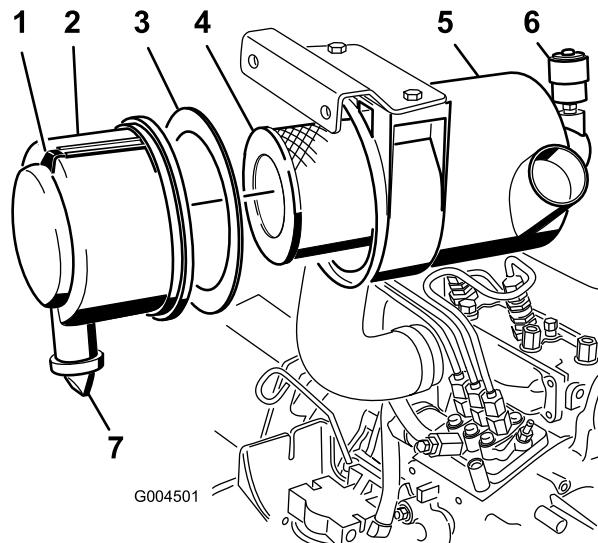

Bild 39
2. Warten Sie den Luftfilter, wenn die Luftfilteranzeige rot anzeigt (Bild 39) oder nach jeweils 400 Betriebsstufen (häufiger in sehr staubigen oder schmutzigen Bedingungen). Warten Sie den Luftfilter nicht zu häufig.
1. Ziehen Sie den Riegel nach außen und drehen Sie die Luftfilterabdeckung nach links (Bild 39).
2. Entfernen Sie die Abdeckung vom Luftfiltergehäuse (Bild 39).
- Entfernen und wechseln Sie den Hauptfilter aus (Bild 39).
- Stellen Sie sicher, dass die Schaumdichtung in der Abdeckung liegt und nicht gerissen oder beschädigt ist (Bild 39).
- Nehmen Sie das Gummiauslassventil von der Abdeckung ab (Bild 39).
- Stellen Sie die Anzeige (Bild 39) zurück, wenn sie auf Rot steht.